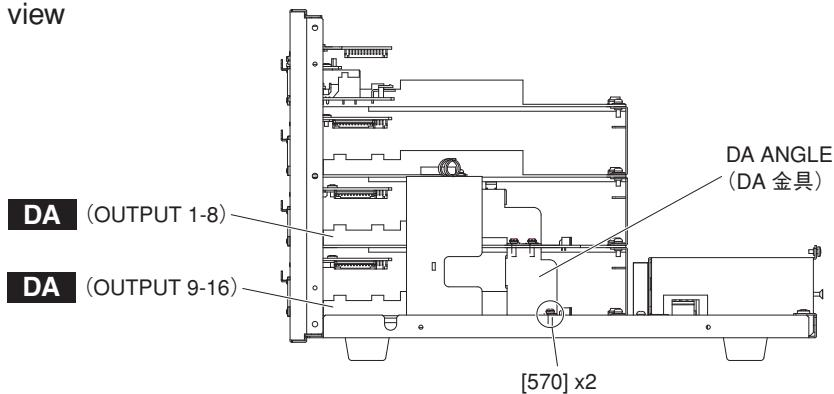

Fig. 7 (図 7)
- 11-5. Remove the two (2) screws marked [570]. The DA angle can then be removed. (Fig. 7)
- 11-5. [570] のネジ 2 本を外して、DA 金具を外します。 (図 7)